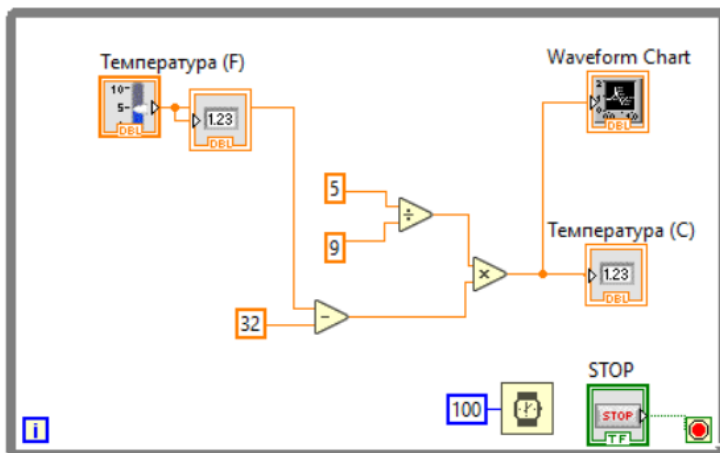

Рис. 11
12. Створіть структурну схему, яка зображена на рис. 11.